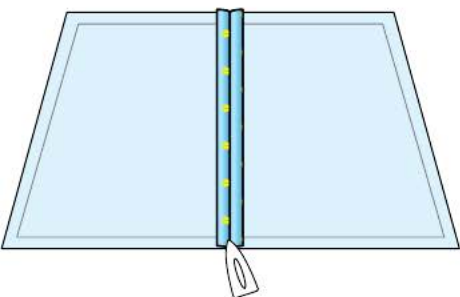

Рис. 6.47. Соединение
2. **Стачайте** детали обтачки шириной шва (расстояние от срезов до строчки) 10 мм, точно по контурной линии, независимо от величины припуска на шов. Удалите **СВН**, шов стачивания **разутюжьте** (рис. 6.47).